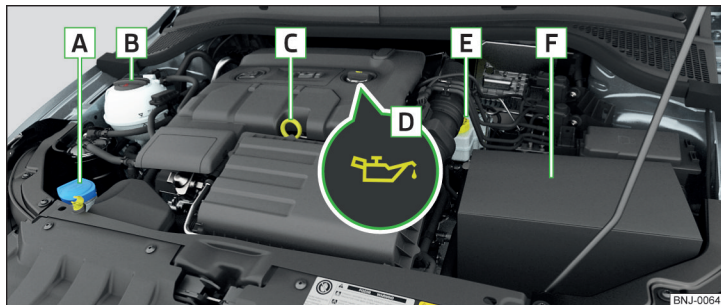

Fig. 166 Raffigurazione di principio: vano motore
Disposizione nel vano motore » fig. 166
- Svitare il coperchio della bocchetta di riempimento olio motore » fig. 166 a pag. 157.